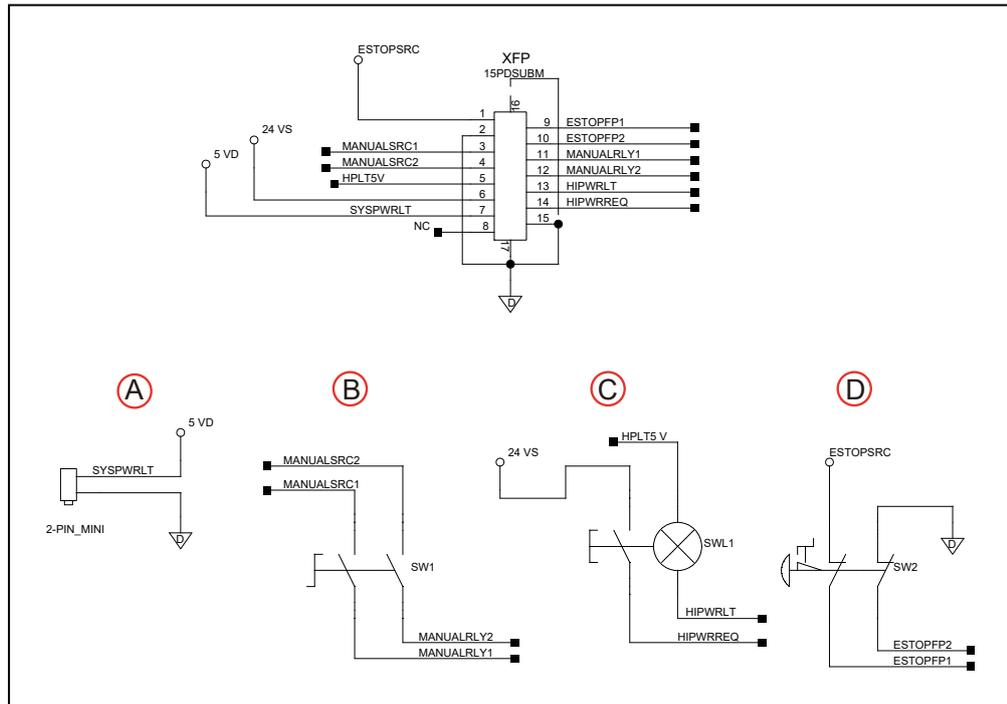
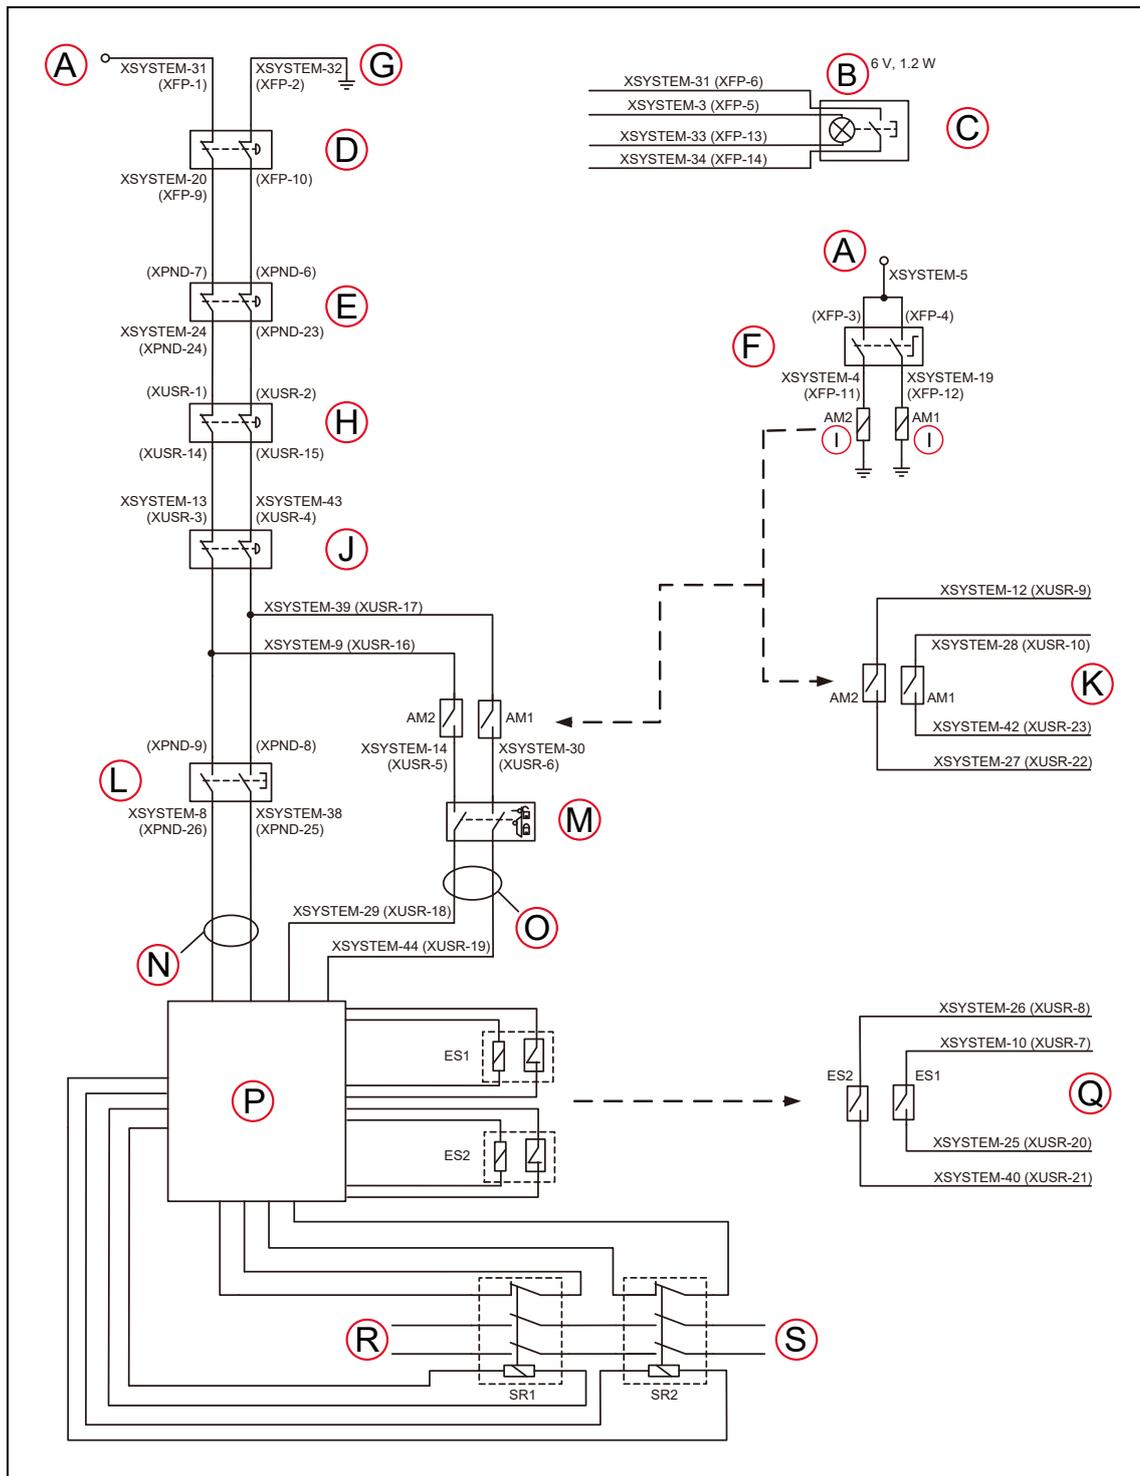

图 3-6. 前面板示意图，显示了系统电源 LED (A)、手动/自动开关 (B)、大功率开/关 (C) 和紧急停止 (D) 电路
图 3-7. XUSR 和 XFP 连接器上的紧急停止电路
请参见图3-6查看前面板的示意图。
**注:** 本节中的所有引脚编号都与图3-7中所示接线图相对应。
XSYSTEM线缆可为XUSR和XEP连接器上的紧急停止 (E-Stop) 电路提供连接。这意味着控制器系统可以使用无电压触点远程复制紧急停止功能。请参见图3-7。
这些触点可提供一种指示紧急停止链路状态的方法, 包括前面板紧急停止按钮、示教器紧急停止按钮以及用户紧急停止触点。请参见图3-7中的D、E、H、J和Q项。
XUSR连接器上的两对引脚（引脚7、20和8、21，图3-7）可提供无电压触点，每个通道一个，用于指示通道上的紧急停止链路（如上所述）是否闭合。在正常运行（无紧急停止）情况下，每个冗余电路上的两个开关都是闭合的。您可以使用这些触点来实现工作单元内其他设备的紧急停止功能。触点上的载荷不得超过40 VDC或30 VAC，最大1 A。
**注：**根据ISO 13849操作要求，用于3类PL-d的冗余、周期性检查、正传动安全继电器电路可提供这些无电压电路（有关用户紧急停止电路，请参见图3-7和图3-6）。
控制器上的XUSR连接器包含一个双通道流水线紧急停止输入，适用于工作单元、生产线或其他设备紧急停止输入。请参见图3-7中的J项。
在任何情况下，如果两个系统交叉耦合，例如：一个控制器的用户紧急停止指示要连接至另一个控制器的输入，那么流水线紧急停止输入则是连接其他控制器输出触点的位置。更多信息请参见图3-7。
XUSR连接器上的两对引脚可实现与安全门的连接，同时允许访问机器人工作区（仅限手动模式）。请参见图3-7中的M项和L项。
XUSR连接器上的两对引脚可提供一个无电压触点，以指示前面板和/或远程手动/自动开关是否关闭。请参见图3-7中的K项。当选择了手动模式时，您可以使用这些触点来控制其他机构（例如：传送带、线性模块等）。
XFP连接器的引脚6、14和5、13可实现这种远程功能。引脚5、13可向灯提供电源，分别为+5 VDC和接地引脚。引脚6、14是用户提供瞬时式按钮开关的无电压常开输入触点。请参见图3-7中的B和C项。